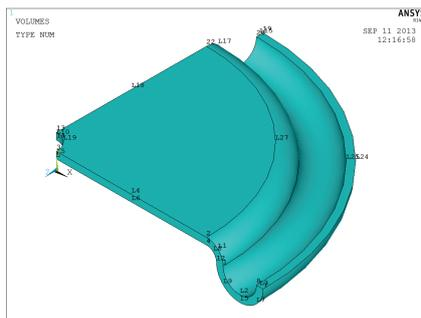

图 5-90 模型拉伸后的对象显示
(6) 选择【Main Menu】/【Preprocessor】/【Modeling】/【Operate】/【Exclude】/【Areas】/【About Axis】命令，出现拾取对话框，在视图中拾取面，单击  按钮，再次出现拾取对话框，在视图中选取关键点“6”“9”，单击  按钮，弹出【Sweep Areas about axis】对话框，在【Arc length in degrees】选项中设置“90”，单击  按钮。单击屏幕右侧视图查看集中的正等轴测视图按钮 ，系统显示如图 5-90 所示的模型显示。
(6) 选择【Main Menu】/【Preprocessor】/【Modeling】/【Operate】/【Exclude】/【Areas】/【About Axis】命令，出现拾取对话框，在视图中拾取面，单击  按钮，再次出现拾取对话框，在视图选取关键点“6”“9”，单击  按钮，弹出【Sweep Areas about axis】对话框，在【Arc length in degrees】选项中设置“90”，单击  按钮。单击屏幕右侧视图查看集中的正等轴测视图按钮 ，系统显示如图 5-90 所示的模型显示。